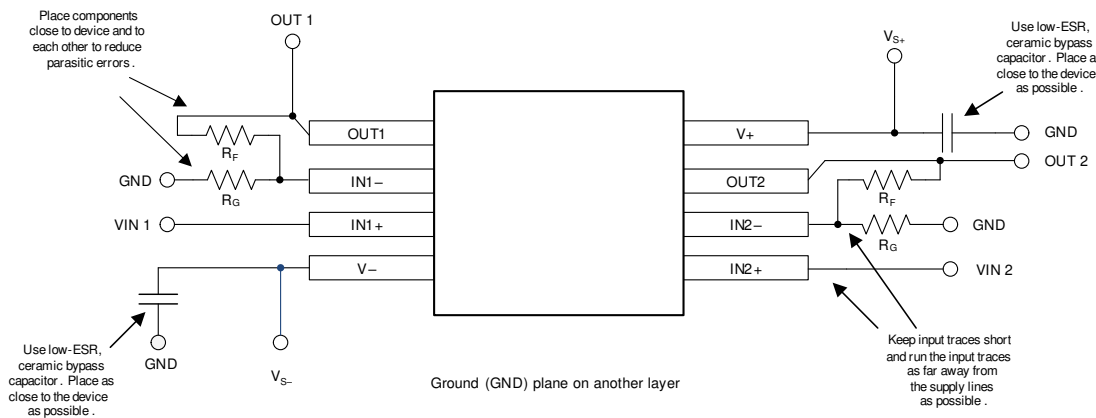

図 9-2. レイアウト例
- 外付け部品は、可能な限りデバイスに近く配置します (図 9-2 を参照)。 R_F と R_G を反転入力に近付けて配置すると、寄生容量を最小化できます。